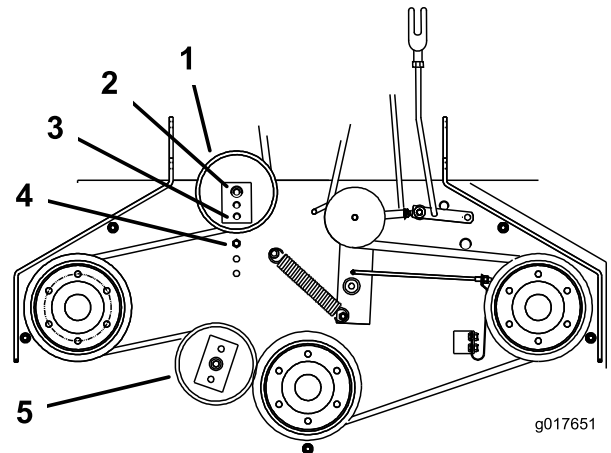

Figura 46
6. Si no es posible ajustar más el tensor y la correa todavía está floja, será necesario cambiar la polea tensora trasera al taladro central o delantero (Figura 46). Utilice el taladro que permita el ajuste correcto.
7. Si mueve la polea tensora, debe mover también la guía de la correa. Mueva la guía de la correa a la posición delantera (Figura 46).